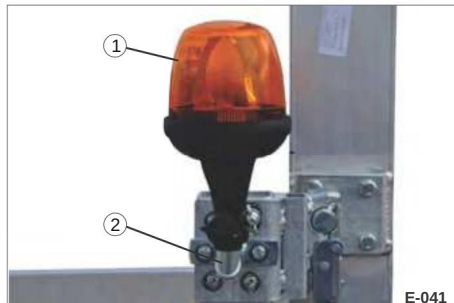

Fig. 33 Roterende blinklys monteret
• Løsn vingemøtrikken (Abb. 33/3).
• Træk forsigtigt lyselementet (fig. 33/1) af konsollen (fig. 33/2).